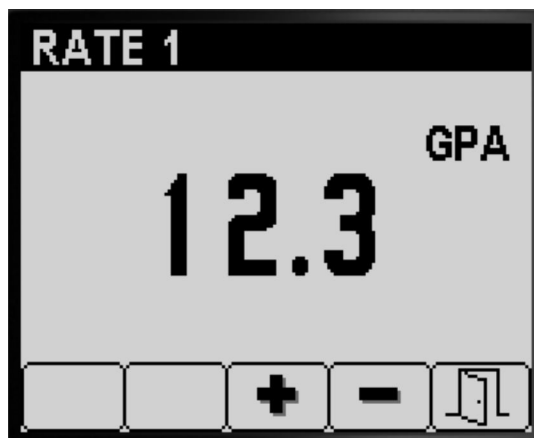

Figura 7
3. Pulse el botón 3 o 4 para aumentar o reducir el caudal de fumigación (Figura 7).